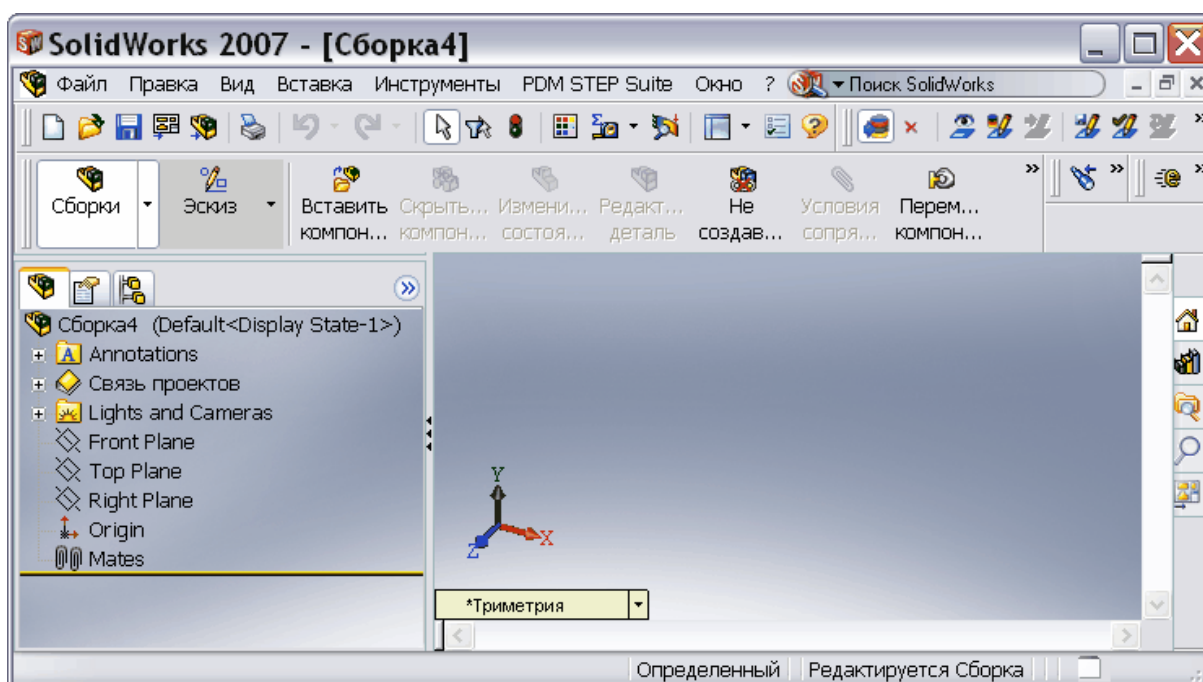

Рис. 31
- В окне SW создайте новый файл сборки (Рис. 31).